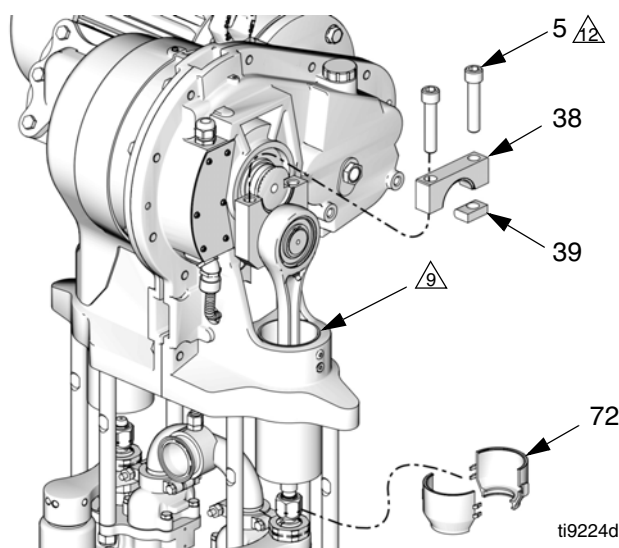

FIG. 15: Rimuovere il cappuccio della manovella
5. Appoggiare uno straccio pulito sulla sommità del cilindro del cursore (2) per evitare che la sporcizia cada nel gruppo a cursore durante lo smontaggio.
6. Rimuovere la protezione a 2 pezzi (72) inserendo un cacciavite direttamente nel foro e utilizzandolo come leva per rilasciare l'aletta. Ripetere per tutte le alette. **Non** utilizzare il cacciavite per fare leva sulle protezioni per aprirle.
7. Inserire la chiave da 3/4" sulle facce di presa del pistone a cursore (9) (appena sopra il dado di accoppiamento), per mantenere fissi il pistone a cursore/biella quando si sta allentando il dado di accoppiamento (14). Orientare la chiave di modo che sia serrata contro uno dei tiranti (3). Applicare una forza eccessiva sul pistone a cursore/biella può ridurre la durata del cuscinetto dello spinotto del pistone.
8. Usando una chiave aperta da 1-1/4" svitare il dado di accoppiamento (14) dal pistone a cursore (9) e farlo scorrere verso il basso contro la biella della pompa. Fare attenzione a non allentare i collari (13).
9. Vedere FIG. 15. Usando una chiave esagonale 1/2", svitare le due viti del cappuccio (5). Rimuovere il cappuccio della manovella (38) e la chiavetta (39). Se necessario, usare un martello di plastica per staccare queste parti.
14. Far scorrere il pistone (9) e la biella (7) nel cilindro (2).
15. Posizionare la manovella (4) per impegnare l'albero di uscita (OS), e farla girare verso la parte bassa dell'albero di uscita.
16. Appoggiare uno straccio pulito sopra il cilindro a cursore (2) per evitare che dei materiali di scarto cadano nel gruppo a cursore durante il rimontaggio.
17. Vedere FIG. 15. Applicare lubrificante antigrippaggio (LPS®-04110 o equivalente) per avvitare i filetti (5) delle viti del cappuccio. Installare la chiavetta (39), il cappuccio della manovella (38), e le viti del cappuccio (5), orientate come illustrato. Mentre la vite del lato del gioco è ancora allentata, serrare la vite del lato chiavetta con coppia di 283-310 N•m (210-230 piedi-libbre). Quindi serrare la vite del lato del gioco a 283-310 N•m (210-230 piedi-libbre). Serrare le viti ancora 2-3 volte ciascuna, o finché smettono di girare se serrate a 283-310 N•m (210-230 piedi-libbre).
18. Accertarsi che i collari (13) siano in posizione sul dado di accoppiamento (14).
19. Inserire la chiave da 3/4" sulle facce di presa del pistone a cursore (9) per mantenerlo fisso quando si sta serrando il dado di accoppiamento (14). Orientare la chiave affinché sia serrata contro uno dei tiranti (3) o contro il supporto della pompa. Stringere il dado di accoppiamento (14) sul pistone a cursore (9) con una coppia di 102-108 N•m (75-80 piedi-libbre).
20. Installare le protezioni (72) inserendo i bordi inferiori con il solco nel cappuccio della coppa di umidificazione. Agganciare insieme le due protezioni.
21. Rimuovere lo straccio. Reinstallare il coperchio (32 o 21) e le viti (12).